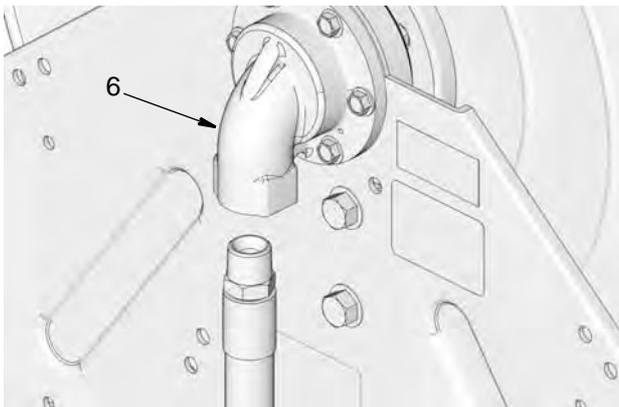

FIG. 31
3. Fije la manguera de entrada en la entrada (6) (FIG. 31).